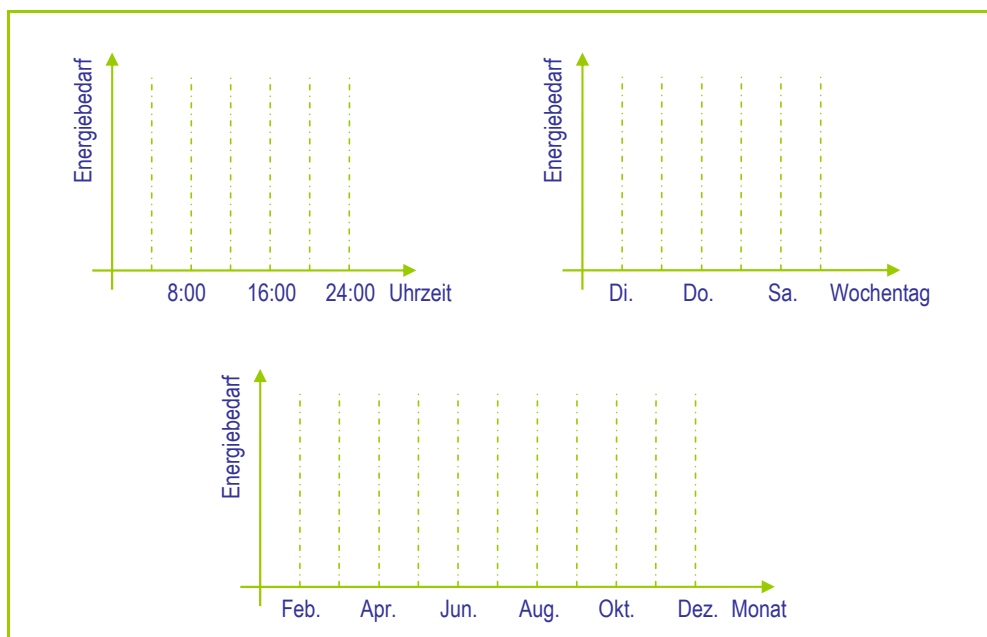

Abbildung 4 Vorlage für die Lastenprofile
**Hinweis:** Verwendet die Vorlage in Abbildung 4 und betrachtet ein Haushalt in Deutschland!